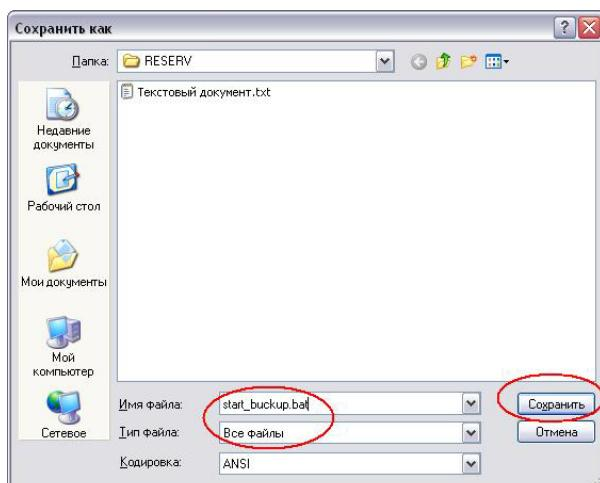

Рисунок 9.19 — Назначение имени и расширения файла
- В диалоговом окне *Сохранить как* укажите имя файла и расширение *.bat*. Нажмите кнопку *Сохранить* (см. рисунок 9.19).